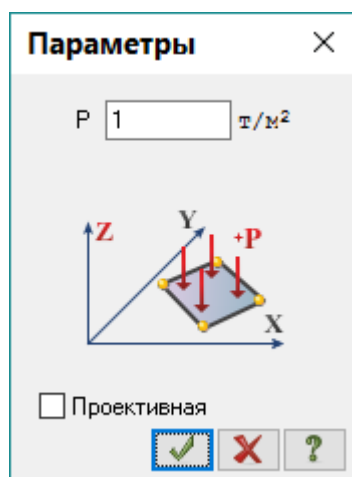

Рис.16.17. Диалоговое окно **Параметры**
- В этом окне задайте интенсивность нагрузки $p = 1 \text{ т/м}^2$ (рис.16.17).